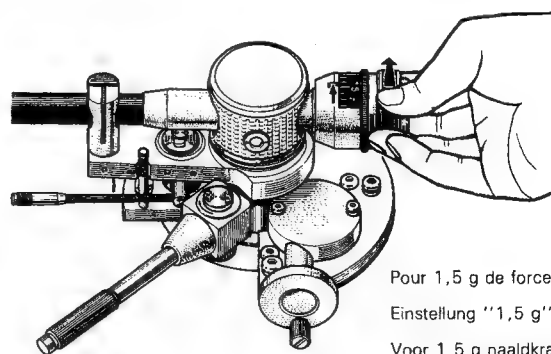

Fig. 19
3. Tourner le contrepoids vers la droite, jusqu'à obtenir le chiffre de la force d'appui recherchée. (Fig. 19)
3. Das Ausgleichsgewicht so einstellen, bis unter der Strichmarke des Stellrings die vorgeschriebene Auflagekraft erscheint. (Beispiel Fig. 19: 1,5 g = 15 mN)
3. Draai het grote contragewicht rechtsom voor het verkrijgen van de gewenste naaldkracht. (Fig. 19)
3. Vrid motvikten medurs till det rekommenderade nåltrycket. (Fig. 19)